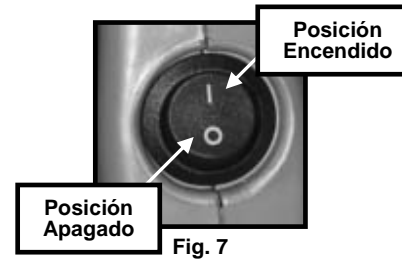

Fig. 7
- El botón de encendido tiene dos posiciones. (Fig. 7)
- The On/Off power switch has two positions. (Fig. 7)